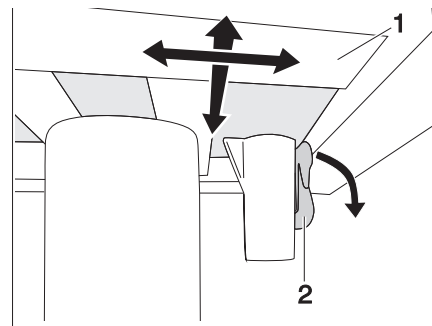

Fig. 103 Bloqueo de la mesa de una columna (bloqueada)
- Empujar la palanca de bloqueo (Fig. 103,2) hacia abajo.
- Desplazar a la posición deseada el tablero de la mesa (Fig. 103,1).
- Empujar la palanca de bloqueo (Fig. 103,2) hacia arriba.